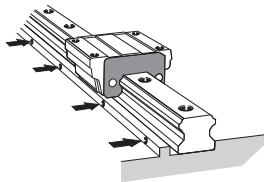

Рис.9 Затяните крепежные винты
- (3) Затяните фиксирующие винты крепления рельса LM по порядку с моментом, достаточным, чтобы рельс плотно прижался к боковой опорной поверхности. (Рис.9)